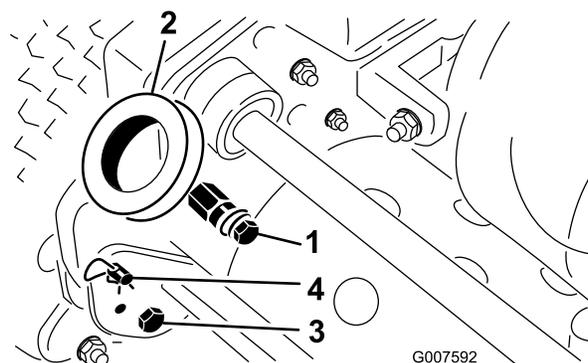

Figura 2
1. Retire o parafuso, anilha e anilha de bloqueio da cavilha e mova os pinos em cada um dos lados do cortador (Figura 2).
2. Retire os parafusos e porcas de bloqueio da parte inferior dos braços do manípulo de cada lado do cortador (Figura 2).
3. Retire os pinos de segurança e ganchos de anel que prendem os braços do manípulo para a parte posterior do chassis (Figura 2).
4. Insira as extremidades do manípulo através dos orifícios nos braços do manípulo e alinhe os furos com os pinos de montagem (Figura 2).
1. Retire o pino de segurança do gancho de anel em cada lado do cortador (Figura 2).
2. Enquanto segurar no manípulo, retire o gancho de anel de cada lado e suba ou desça o manípulo até o colocar na posição desejada para a sua utilização (Figura 2).